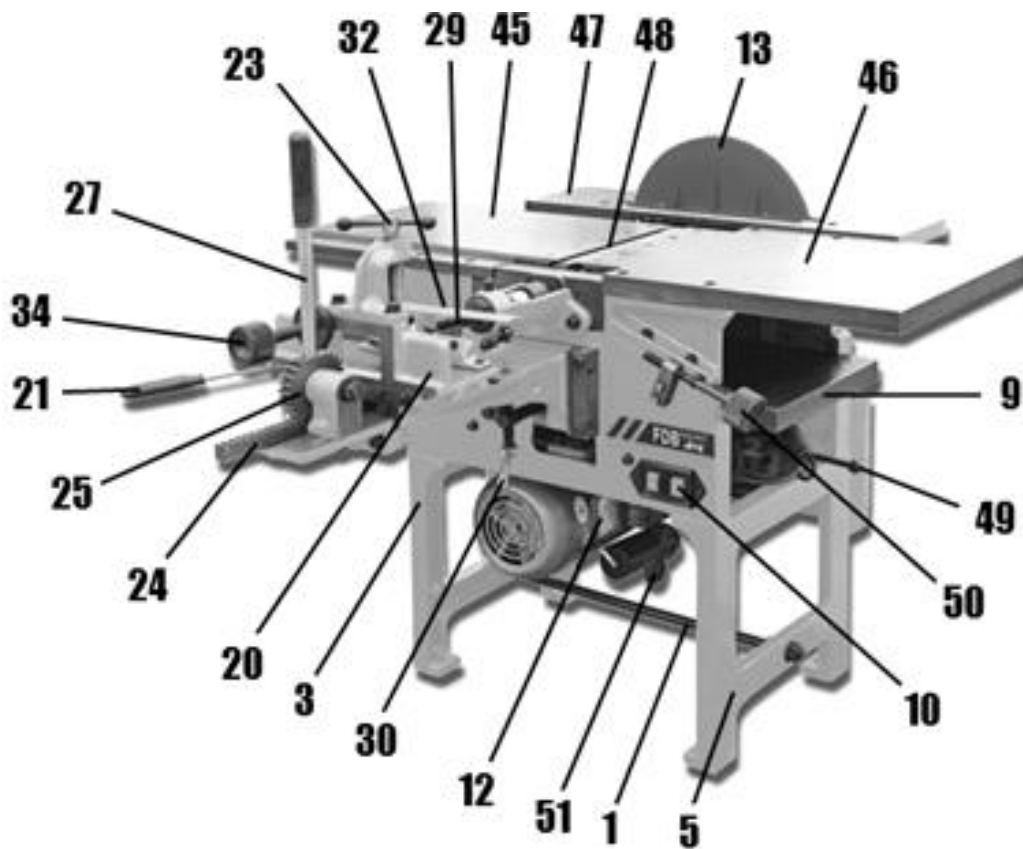

Рисунок 1
10.4 Строгальные ножи барабана 48 (рисунок 1) должны быть острыми, без сколов и деформаций. Во избежание разбалансировки рабочего вала масса каждого из строгальных ножей должна быть максимально одинаковой.
Правильно установленное положение ножей в барабане 48 (рисунок 1) считается такое положение, когда каждый нож в самой верхней точке находится на одном уровне с приёмным (неподвижным) столом 45 (рисунок 1) или выше него, но не более чем на 0,05 мм. Для равномерной нагрузки на узлы и детали станка и качественной обработки заготовки все ножи должны быть выставлены точно.
Включение и отключение станка осуществляется пультом управления (переключателем «Вкл/Выкл») станка 10 (рисунок 1). Для включения станка необходимо открыть крышку переключателя и нажать кнопку «Вкл» («ON»). Для отключения станка необходимо на закрытой крышке переключателя нажать на большую красную кнопку «Выкл» («OFF»).
Перед выполнением операции строгания (фугования) демонтируйте пильный диск (насадные фрезы) и рукояткой рычага включения подачи рейсмуса 49 (рисунок 1) отключите автоподачу.
Участок ножевого барабана 48 (рисунок 1), не принимающего участия в строгании, должен быть закрыт защитной крышкой (защитным кожухом) ножей фуганка 11 (таблица 2).
Установка занижения по высоте стола подачи 46 (рисунки 1, 17) относительно приёмного стола 45 (рисунки 1, 17) обеспечивает глубину строгания. Для установки глубины строгания вращением рукоятки устройства настройки глубины строгания 50 (рисунок 1) по указателю и шкале установите величину глубины строгания.
Строгание в размер по толщине заготовки (рейсмусовая часть станка) производите на нижнем рабочем столе рейсмуса 9 (рисунок 1). Для строгания заготовки в размер по толщине на заготовке первоначально выполните выравнивающее строгание (фугование) базовой поверхности. На поверхность нижнего рабочего стола рейсмуса 9 (рисунок 1) кладётся фугованная поверхность заготовки.
Для включения автоматической подачи заготовки введите в зацепление шестерни редуктора подачи рычагом включения подачи рейсмуса 49 (рисунок 1).
При строгании подавайте заготовку толстым концом навстречу вращению рабочего вала со стороны приёмного стола 45 (рисунок 1) до захвата её подающим роликом. Надёжное положение заготовки на нижнем рабочем столе рейсмуса 9 (рисунок 1) и равномерная скорость автоматической подачи заготовки обеспечивается антиотбрасывателем, подающим роликом и приёмным роликом.